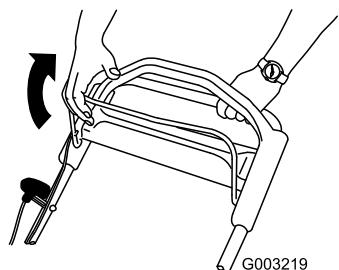

Figure 19
2. Maintenez la barre de commande de la lame contre le guidon (Figure 19).